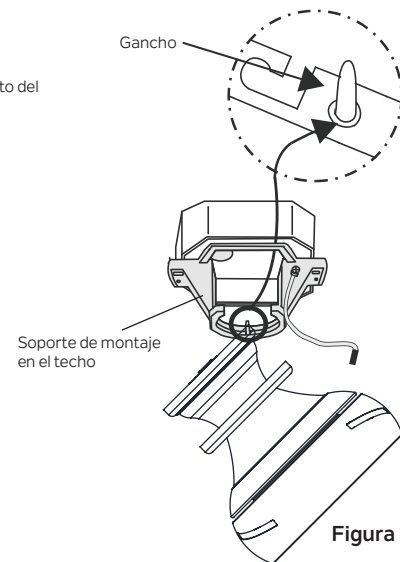

Figura 11
Paso 7. Cuelgue el ventilador en el gancho del soporte de montaje en el techo. Asegúrese de que el florón esté completamente asegurado en el gancho como se muestra en la **Figura 11**. Esto le permitirá realizar las conexiones eléctricas.